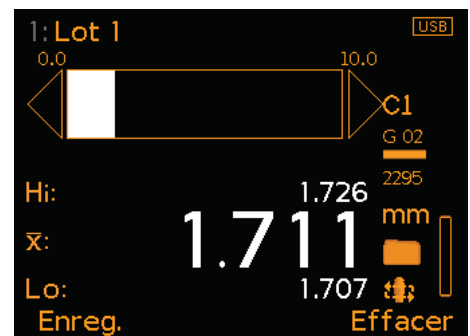

Figure 4
- 7 Les valeurs mini, moyenne et maxi obtenues lors du scan s'affichent à l'écran (Figure 4); appuyez sur 'Enreg.' pour enregistrer les mesures scannées dans la mémoire de la jauge ou du lot. Appuyez sur 'Effacer' pour ignorer le scan réalisé et en débuter un nouveau.